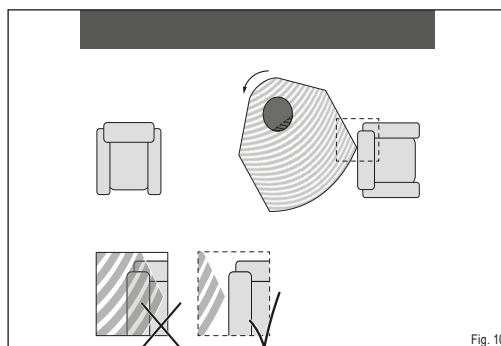
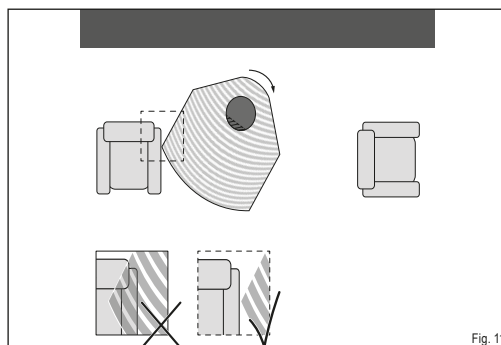

Fig. 10
Fig. 11
- ▶ **Aucun matériau inflammable, par ex. un meuble, ne doit se trouver dans la zone de rayonnement située dans l'angle de rotation paramétré pour le poêle.** (Fig. 10 et Fig. 11).